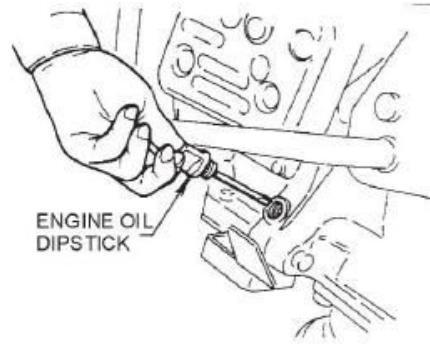
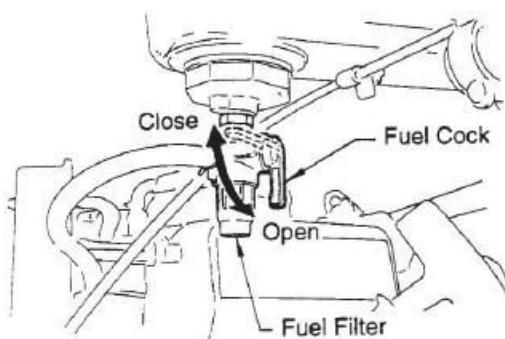

Рисунок 4 Масляный щуп двигателя
Рис. 5 Клапан подачи топлива
Смотрите рисунок 5.
1. Откройте клапан подачи топлива (Рис. 5), переведите переключатель двигателя start/stop (Рис. 4) в положение “Start”.